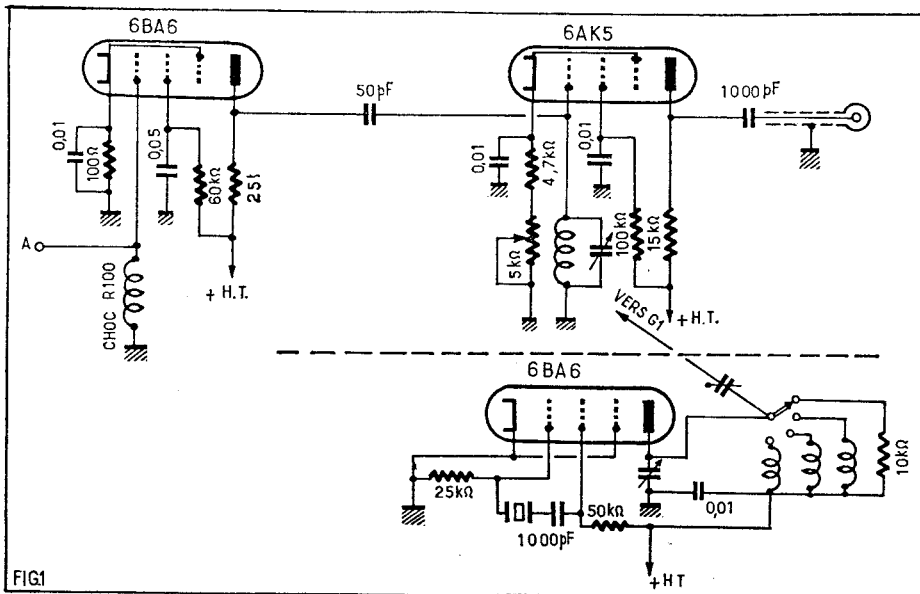

FIG.1
3. — L'injection de la tension HF de l'oscillateur sur la modulatrice doit pouvoir être dosée et ne se faire qu'en un point déterminé du circuit modulateur. C'est pourquoi dans ma réalisation la lampe 6BA6 oscillatrice est sur un petit châssis spécial séparé du reste de l'ensemble par une plaque d'aluminium formant blindage (voir figures 1 et 3).
autres. Cependant, ainsi que nous l'avons maintes fois souligné, il est essentiel qu'un convertisseur ait la plus grande présélection possible; c'est d'ailleurs ce qu'a réalisé notre lecteur en adjoignant un circuit Collins à son convertisseur. Une solution intermédiaire que connaissent bien certains vieux des ondes courtes mais qu'ignorent probablement les jeunes, consiste à utiliser un circuit d'entrée semi-apériodique. Autrefois, on utilisait à la place de la self de choc de la figure 1 un simple rhéostat bobiné dont le curseur était relié à la masse et l'une des extrémités à la grille. Le bobinage du rhéostat — généralement du type qui servait jadis à ajuster la basse tension des lampes batteries — se comporte comme une self que l'on peut accorder — vaguement — sur la fréquence reçue en agissant sur le curseur. L'accord peut être rendu plus précis en intercalant un petit condensateur fixe de quelques picofarads entre l'antenne et la grille de la lampe HF. Une solution encore meilleure est offerte par les selfs rotatives à curseur que l'on trouve sur certains émetteurs surplus, notamment sur ceux de la série Command Set.